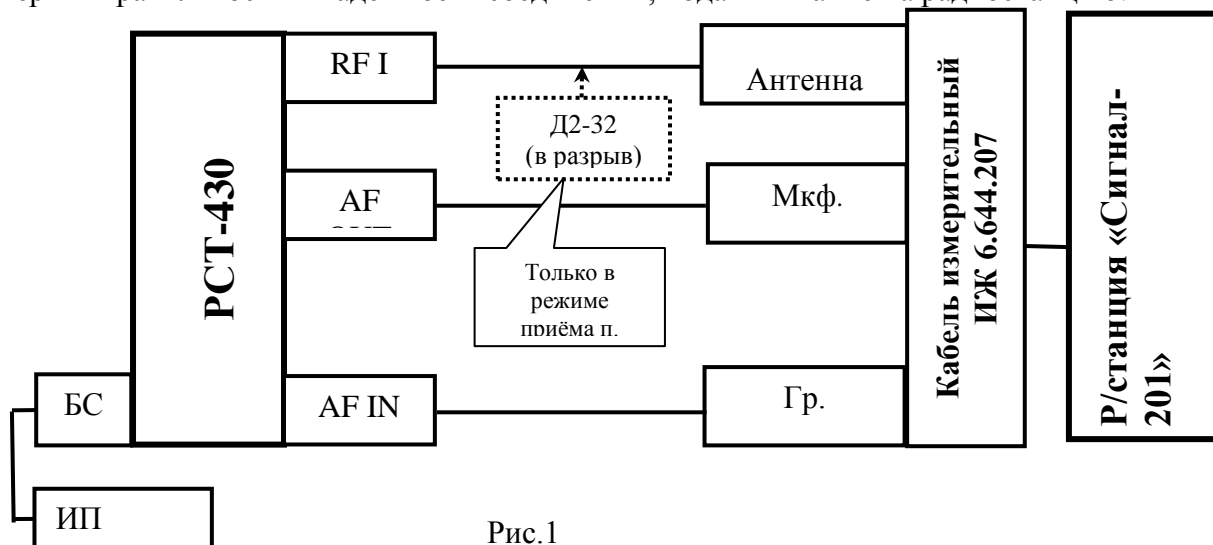

Рис.1
2.4. Подключить радиостанцию через *кабель измерительный ИЖ 6.644.207*, поставляемый по отдельному заказу, к РСТ-430 в соответствии со схемой подключения, приведенной на рис.1,
Аппаратура остаётся подключенной, как указано на рис.1. Ручку регулятора громкости **РРГ** радиостанции установить в среднее положение. Отключить подавитель шума. Нажатием кнопки **ESC** на РСТ-430 перейти в меню установок параметров сигнала ВЧ генератора. На экране увидим следующее: